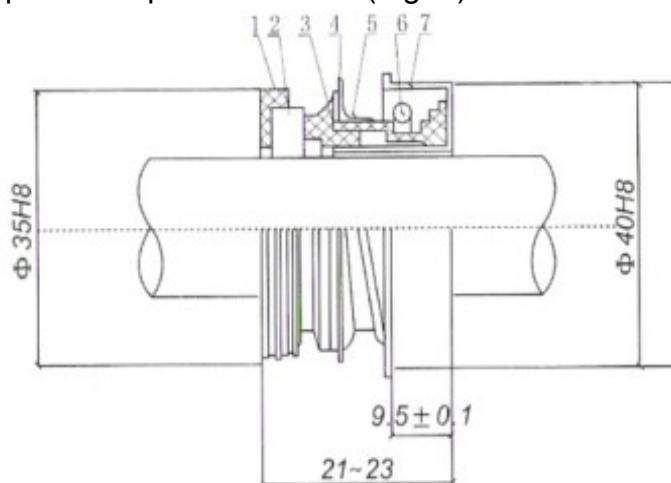

Fig. 2 – Diagrama etanseatatii masinii
- Cand schimbati garniturile pompei, asigurati-vla ca ati aplicat un adeziv in locul unde se face conexiunea dintre fragmentul de otel nr 7 si carcasa pompei. Cand ati fixat nu loviti cu putere pentru a preveni ruperea in bucati.(Fig. 2)